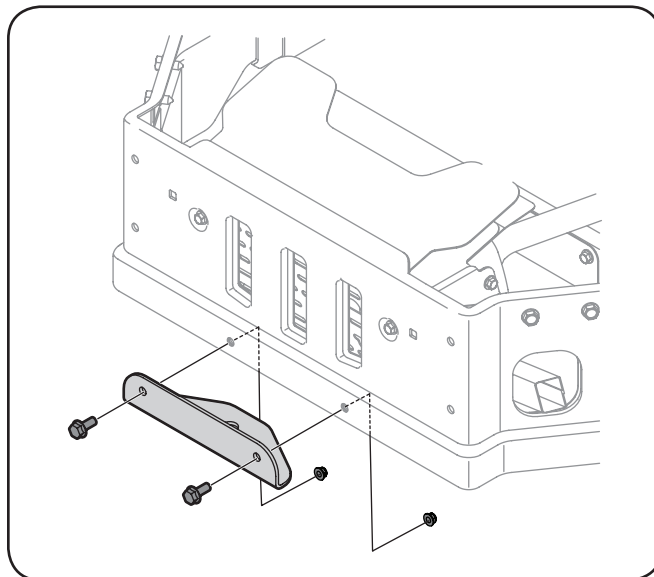

Figure 3-9
1. Retirez les boulons et les écrous autobloquants qui fixent l'attache de remorquage au pare-chocs. Voir Figure 3-9.